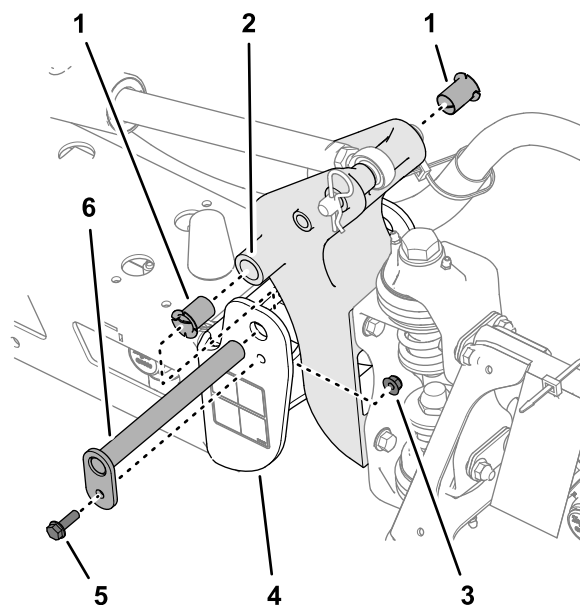

図 108
5. ナイロンブッシュを取り外し、ピボットブラケットの前面および後面側から見て点検する 図 108。
6. 各ナイロンブッシュに少量のオイルを塗ってピボットブラケットに取り付ける 図 108。
7. ピボットブラケットの穴を、エンドチャンネルの穴に合わせる 図 108。
3. ピボットピンを固定しているボルトとナットを外してピンを取り外す 図 108。